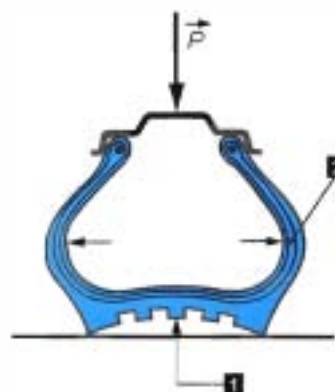

Figure 18.5C • Inconvénients de la structure diagonale en charge.
Ce type d'enveloppe, parfaitement valable pour les véhicules à deux roues (bonne tenue à l'inclinaison), convient mal aux véhicules à quatre roues, pour lesquels le problème principal est celui de la résistance aux charges dynamiques (figure 18.5C).
- une **usure rapide de la bande de roulement** qui provient (figure 18.5C) :